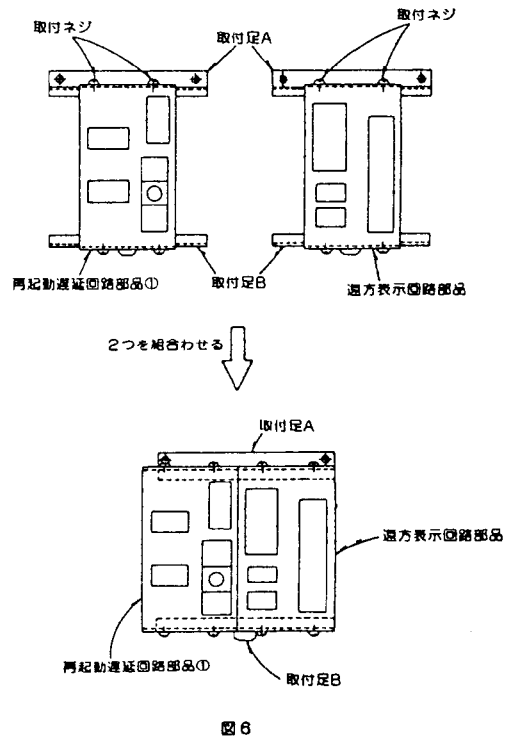

図6
再起動遅延回路部品①は左にくるように並べ取付足A、Bに取付けます。(図6参照)